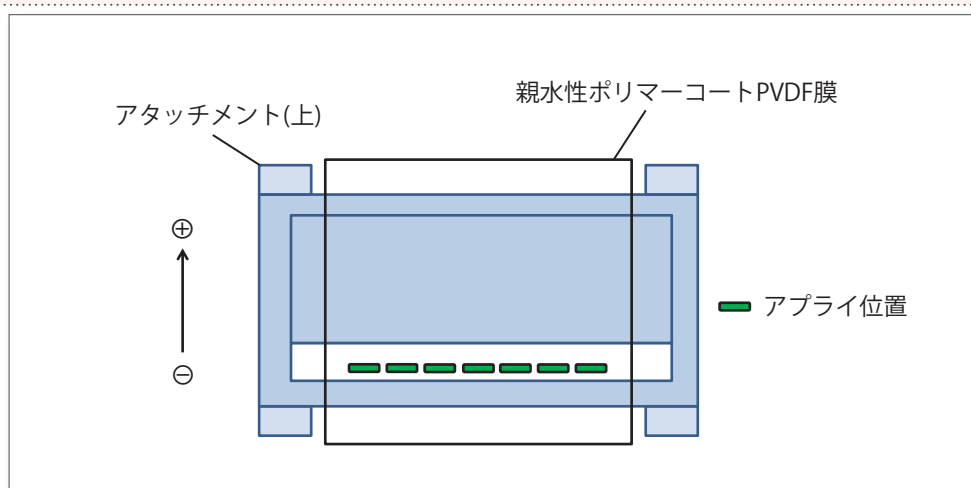

図 7. アタッチメント (上) の設置方向とアプライ位置の例
- 8 通電を止め、電気泳動マーカーおよび泳動したい検体をアプライします。アプライは通常 1 μ L/ レーンです (図 7)。